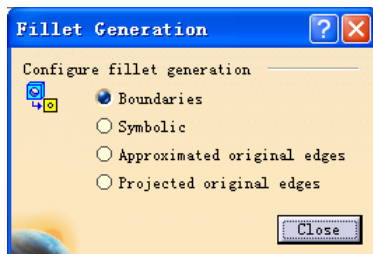

图 6-47
- Generate fillet (生成倒圆边界线): 选中此复选框可生成圆角边界线。单击 Configure (配置) 按钮, 弹出如图 6-47 所示对话框。